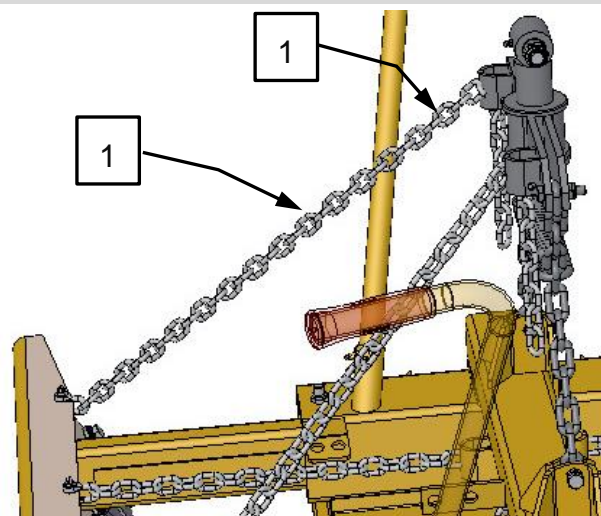

Abb. 5
Die beiden Anstellwinkelketten (1) an den oberen Enden von der Kettenaufhängung entfernen und nach außen auf den Boden legen (Abb. 5).